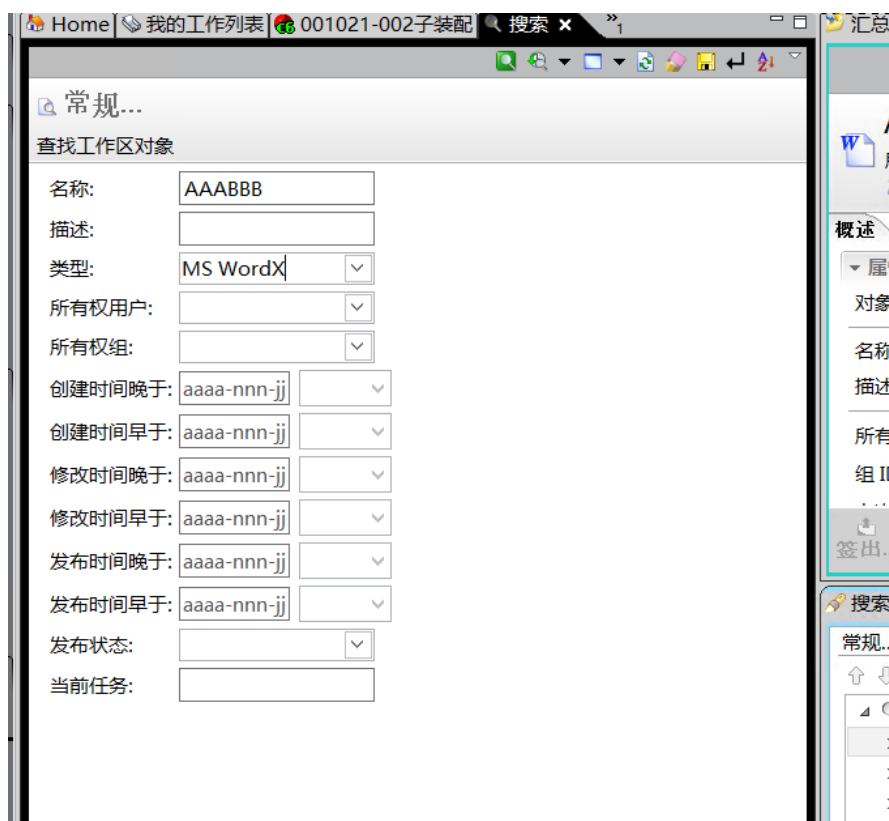

图 1
1.当需要对某一数据集的历史版本进行查找时，需要使用搜索功能，在搜索功能中输入查找信息，如图 1 示例所示：